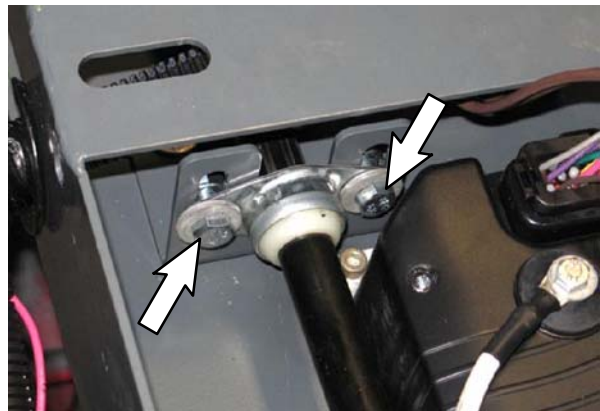

FIG. 18
17. Desserrez la visserie de fixation du support de bride au palier de support. **Ne pas** déposer la bride du palier du support. (Fig. 18)